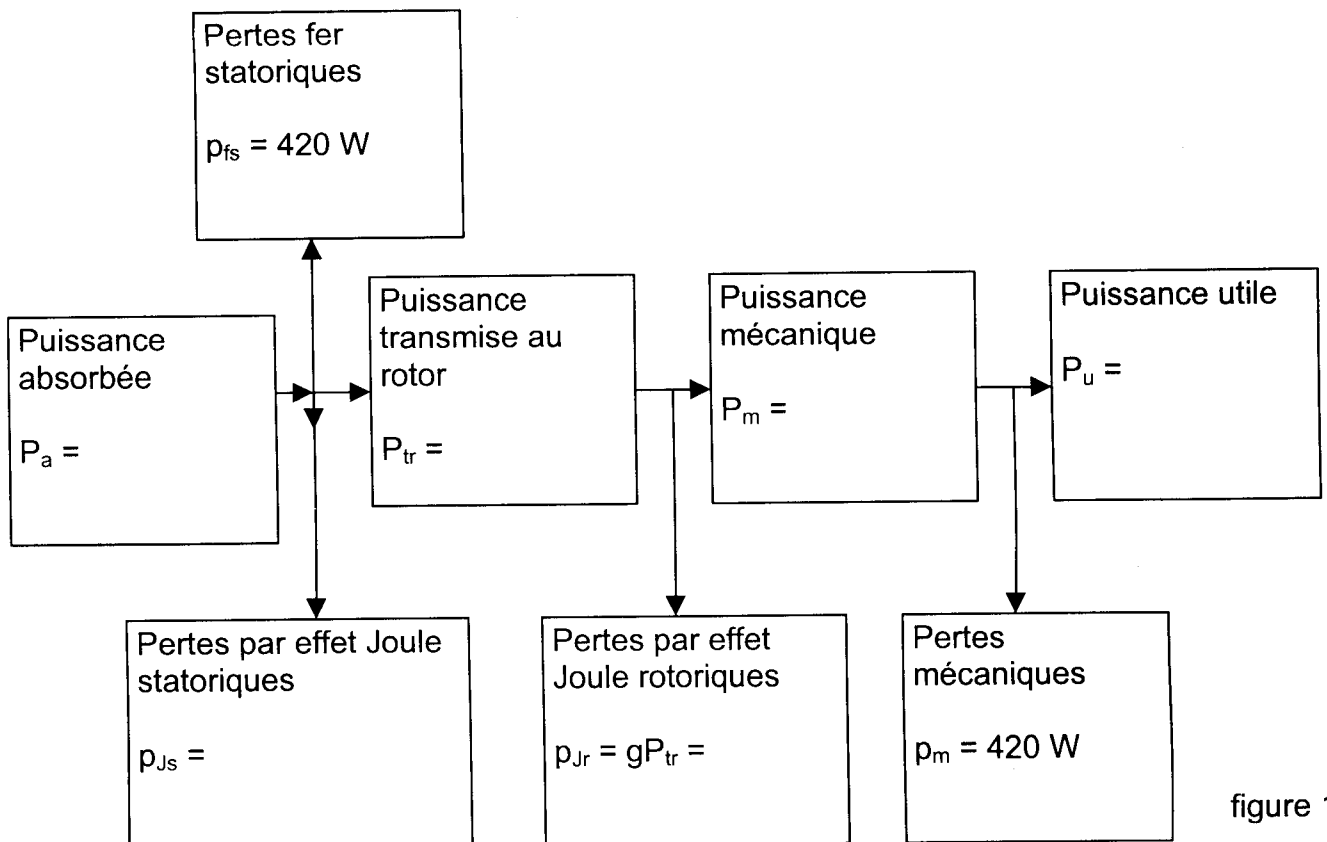

figure 12
- b) Compléter le bilan des puissances en indiquant la valeur numérique de chacune des puissances non données sur le document réponse n°3 figure 12.